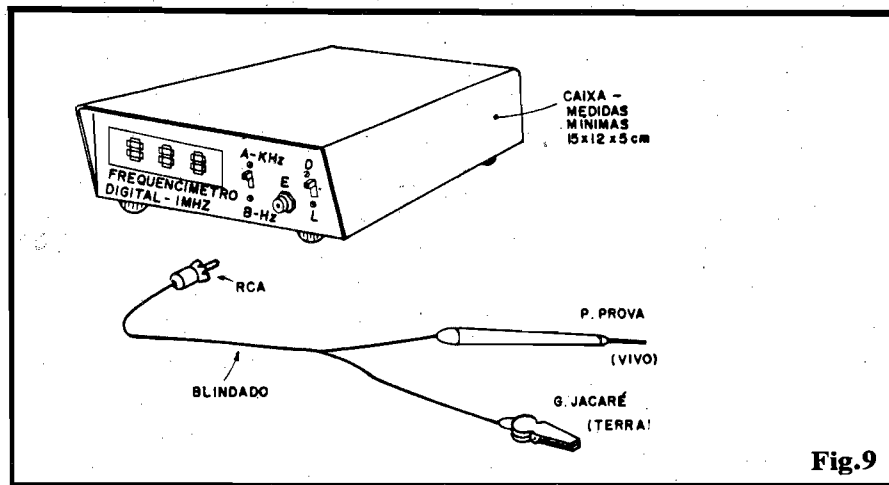

Fig.9
- **FIG. 9 - "AGASALHANDO" O FRED...** - Um bom instrumento de medição e teste, não deve ser